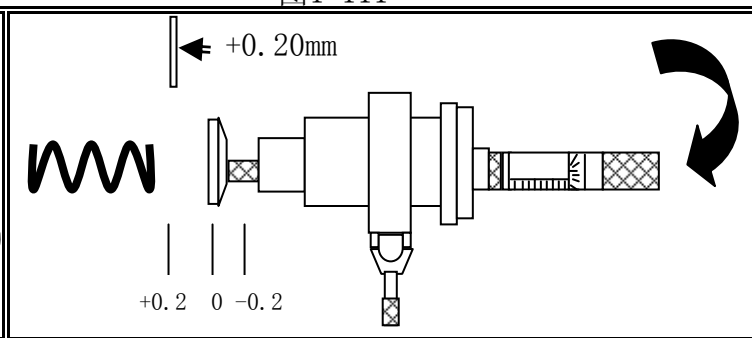

图1-113
(4) 此时出现“OK...return probe to zero”系提醒使用者,将检知头长度归零(右旋检知头之测规回至原零点位置)。如图1-113所示。